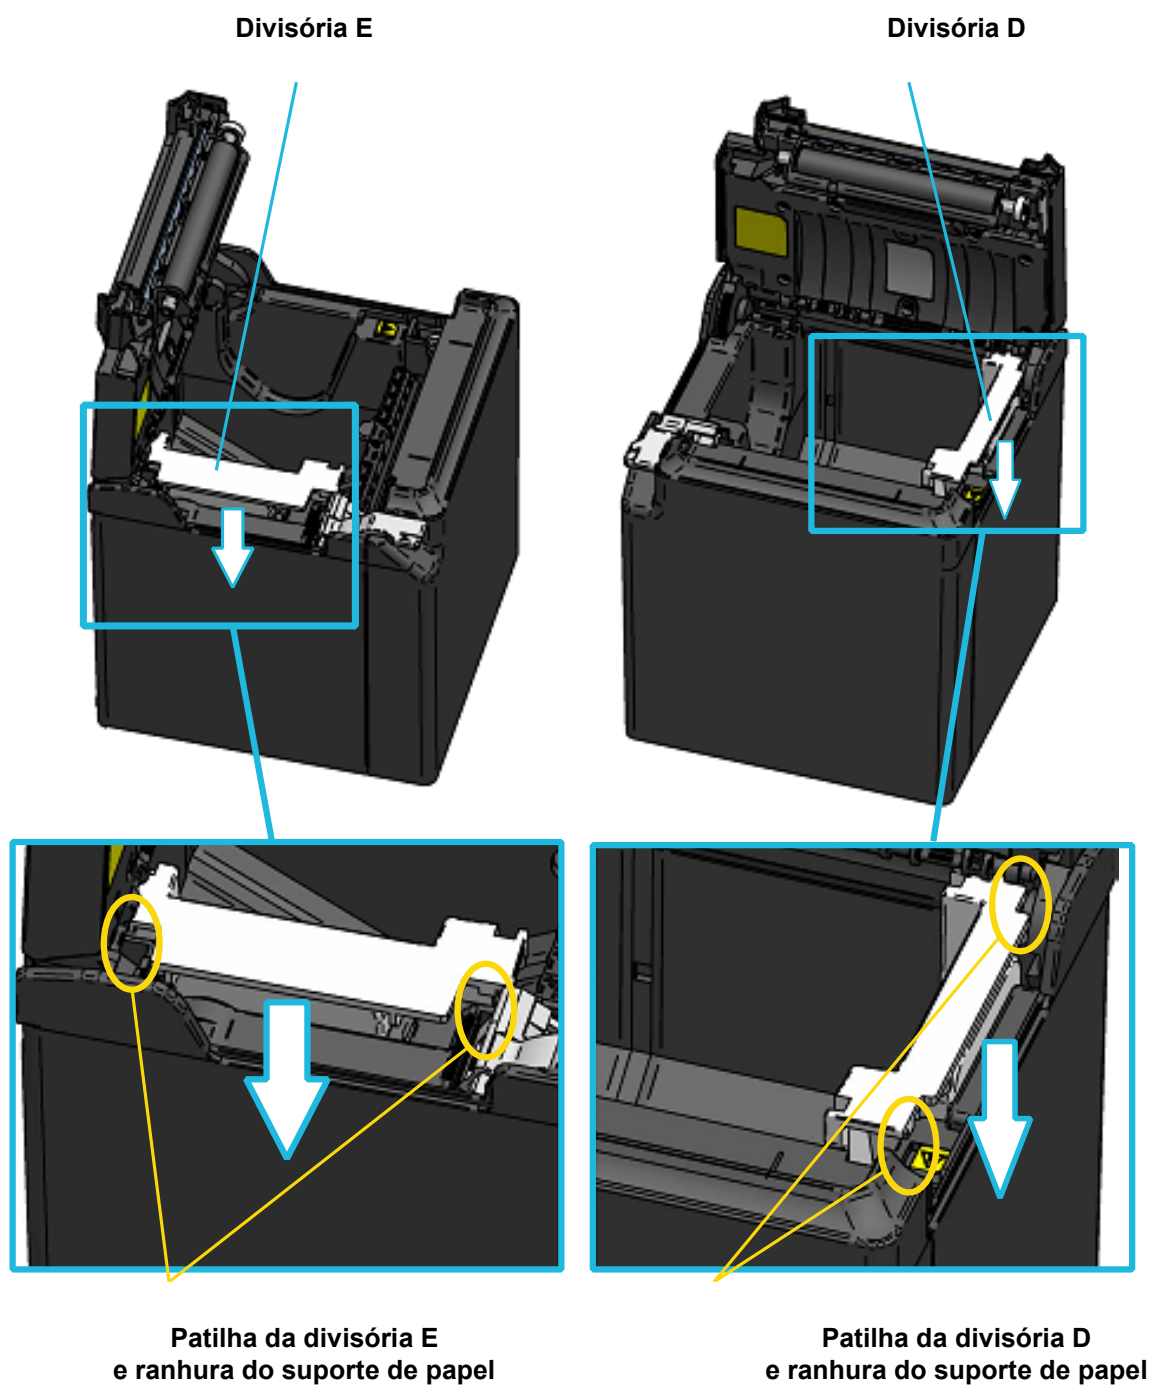

Figura 14-3 Instalação da divisória (3)
- (5) Deslizar a divisória E e a divisória D ao longo da parede interior do suporte de papel na direção da seta na Figura 14-3. Inserir a divisória E e a divisória D até os separadores (2 em cada) no lado superior estarem fixados na ranhura no suporte de papel.